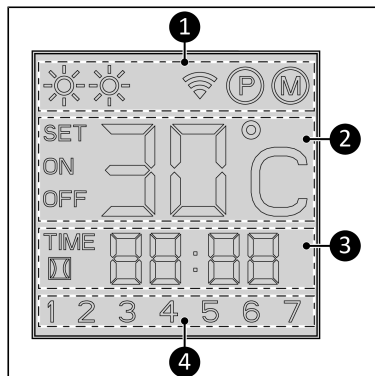

Figure 53.
Indication de statut (Figure 53, pos. 1) :
Témoin de température (Figure 53, pos. 2) :
Indication d'heure (Figure 53, pos. 3) :
Indication de jour (Figure 53, pos. 4) :